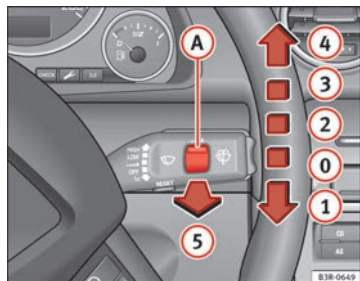

Fig. 100 Palanca del limpiaparabrisas
La palanca del limpiaparabrisas ⇒ fig. 100 tiene las siguientes posiciones:
Con las luces conectadas, accione el barrido automático del limpiaparabrisas ⇒ fig. 100 ⑤ tirando de la palanca durante más de 1 segundo.